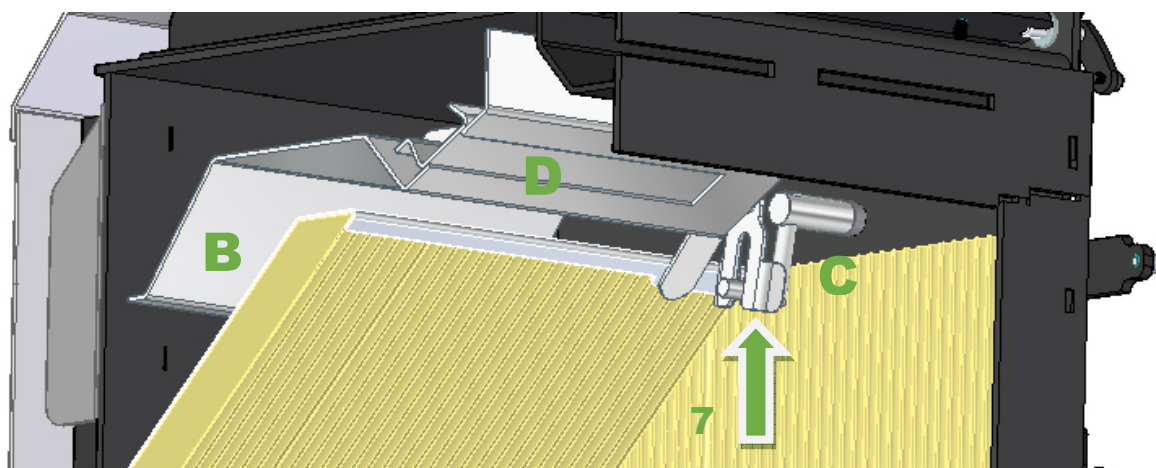

Figura 38 – Encaixe do sistema do circuito de fumos
3. Para reinstalar o circuito de fumos, é repetir todos os procedimentos de forma inversa. Tenha em atenção que o veio do registo de fumos (C) está colocado na ranhura existente no circuito de fumos (B). Para verificar se o circuito de fumos esta bem instalado puxe o registo e verifique se a pala (D) deste desloca-se, ver Figura 38.